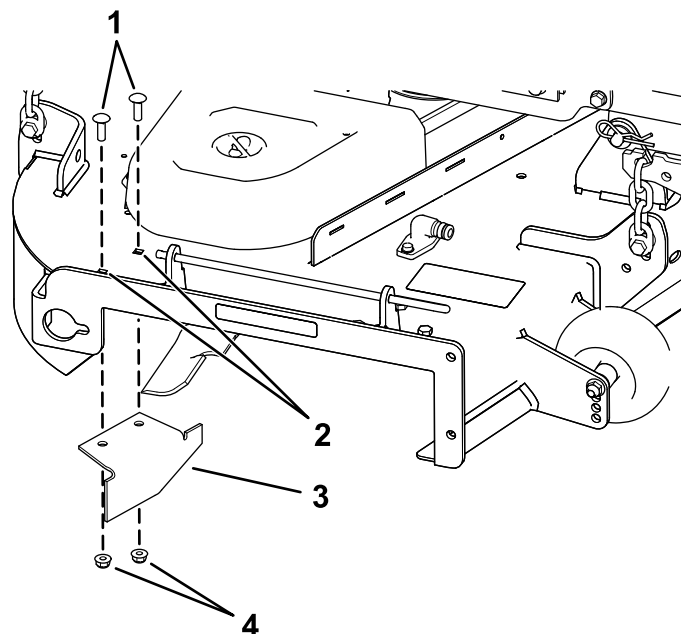

Figure 35
14. Localisez le déflecteur d'ouverture dans les sachets des pièces détachées, retirez les fixations des trous arrière de la plaque d'éjection et fixez le déflecteur sur l'ouverture d'éjection latérale du plateau de coupe (Figure 35).